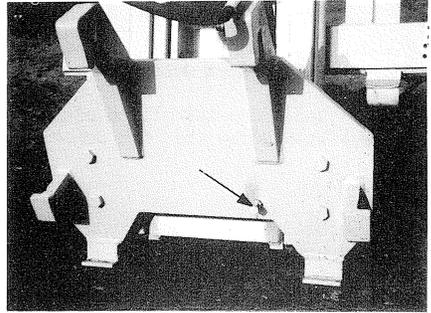
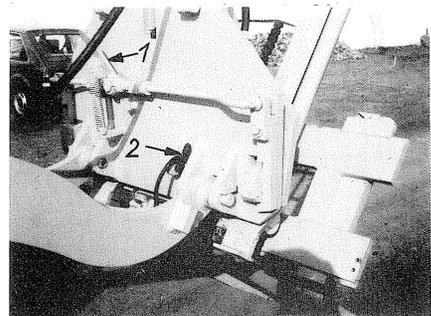

Bild 22
Bild 24
- (1) Anschlagsschraube an der Wechselplatte auf festen Sitz kontrollieren (Bild 22/Pfeil).
- (3) Spannhebel von der Verriegelungsanlage nach links umlegen (Bild 24/1) Kontrolle durchführen ob der E-Schalter (Bild 24/2) durch die Anschlagsschraube (Bild 22/Pfeil) geschaltet ist.